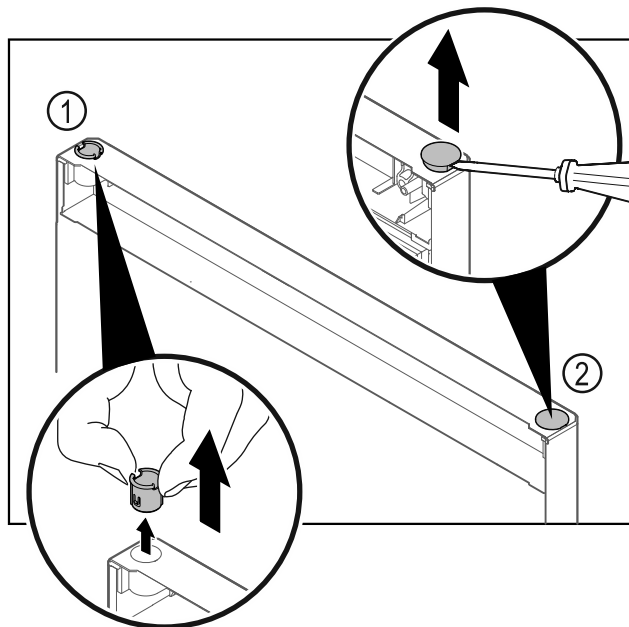

Fig. 18
- ▶ Τραβήξτε έξω την υποδοχή μεντεσέ Fig. 18 (1) με τα δάχτυλα.
- ▶ Ανασηκώστε προσεκτικά την τάπα Fig. 18 (2) με ένα ίσιο κατσαβίδι και τραβήξτε την έξω.